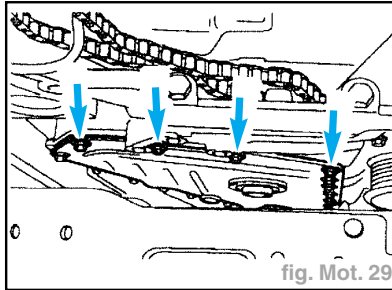

fig. Mot. 29
- Déposer quatre vis du couvercle inférieur de distribution (fig. Mot. 29).